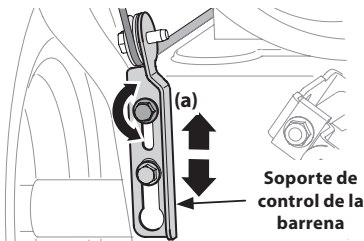
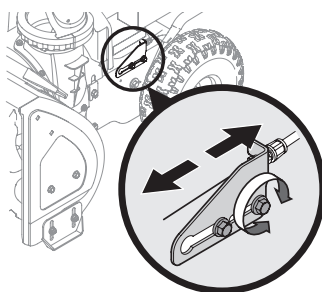

Figura 2-56
Figura 2-57
4. Deje la barrena engranada durante aproximadamente diez (10) segundos antes de soltar la palanca de control de la misma. Repita esta operación varias veces.
7. Para volver a ajustar el cable de control de la barrena, afloje el tornillo hexagonal superior (a) en todas las unidades excepto en la unidad E-Z Chute™, soporte de control de la barrena. Consulte la Figura 2-56.
8. En los modelos E-Z Chute™, afloje el tornillo hexagonal posterior del soporte de control de la barrena. Consulte la Figura 2-57.
9. Ubique el soporte hacia arriba en todas las unidades excepto la E-Z Chute™, empuje el soporte de ajuste hacia adelante en esas unidades para dar más holgura (o hacia abajo/atrás para incrementar la tensión del cable). Consulte la Figura 2-56 o la Figura 2-57 según cuál sea su unidad.